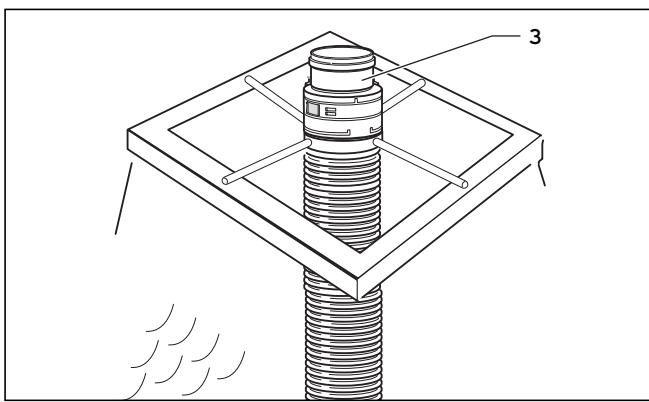

Рис. 6.60 Соединительная деталь с гибким выпускным газопроводом
- Надвиньте соединительную деталь с муфтой (3) до упора на выпускной газопровод и закрепите ее защелкивающимися запорами. Выпускной газопровод висит в монтажном кресте (см. рис. 6.60).